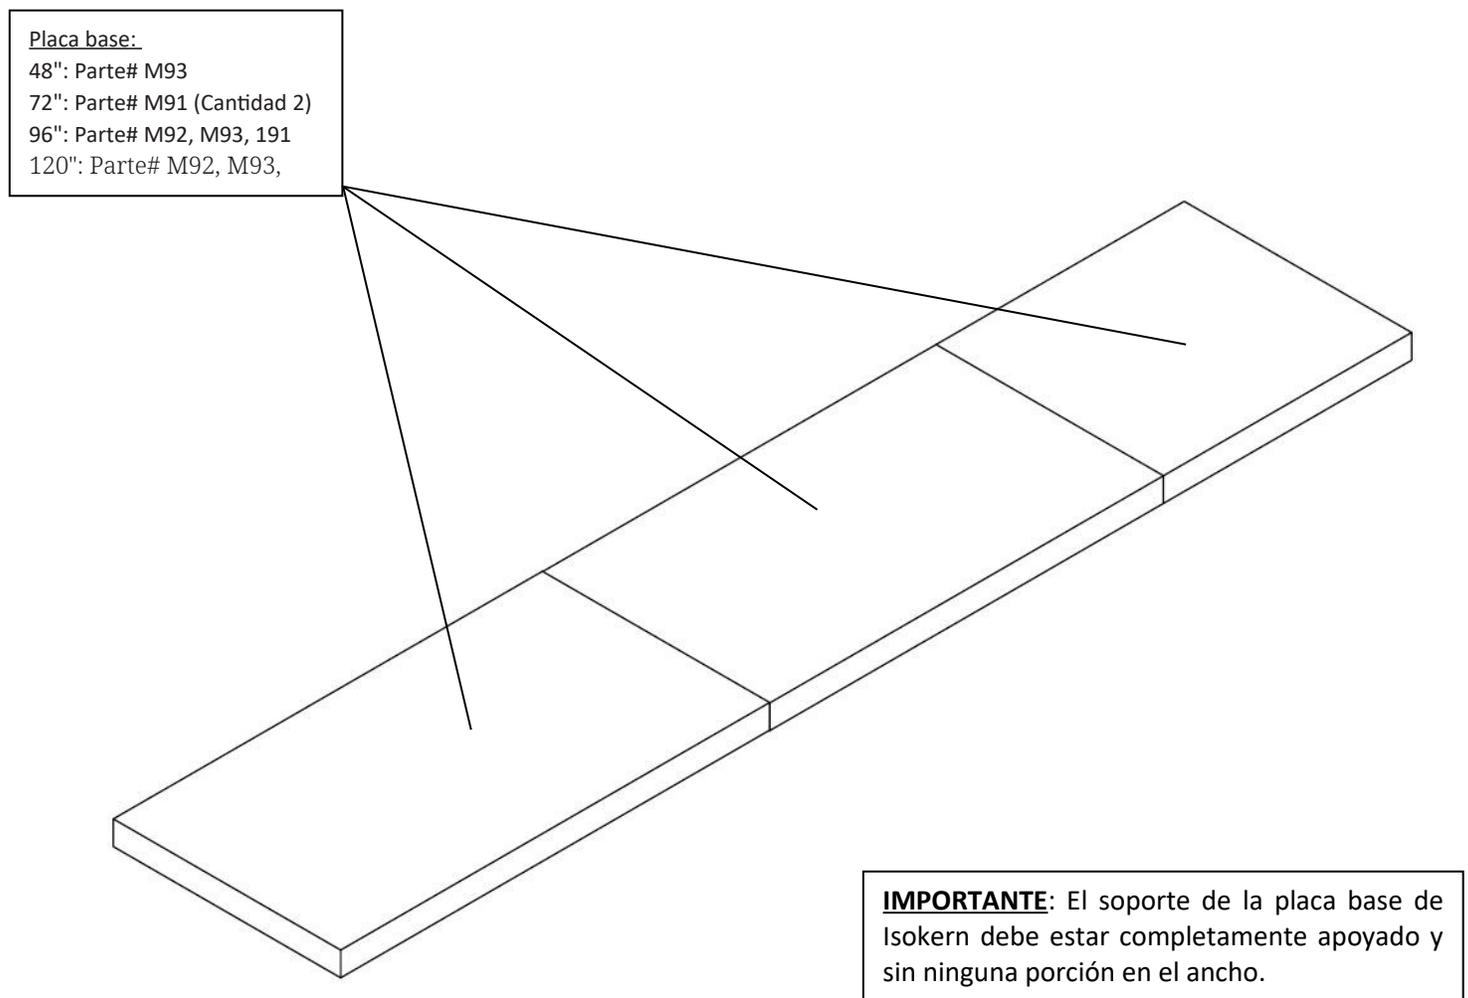

FIGURA 8
- 1) Aplique Earthcore Adhesive a las uniones entre cada parte de la placa base y asegúrese de colocar cada placa base en una capa completa de Earthcore Adhesive sobre una superficie de apoyo nivelada (**Figura 8**). Consulte la página 15 para obtener información sobre el sistema de suelo portante. No coloque la placa base de manera que quede en el ancho. Consulte las páginas 6-13 para ver las dimensiones de las piezas y del hogar ensamblado.